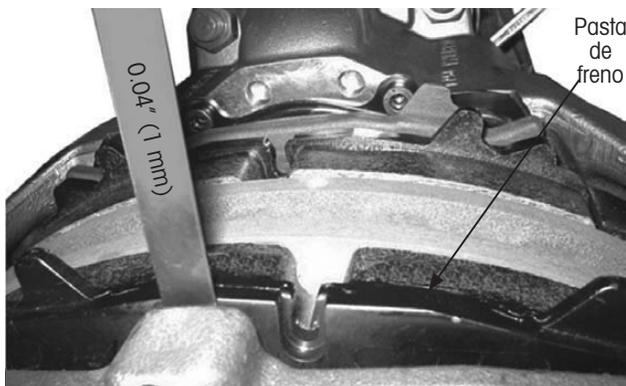

Figura 33: Revisión de claro de pastas de freno
8. **Mida y ajuste** el claro usando una lina de 0.04" (1 mm) (Figura 33):
- A. **Inserte** la lina de espesores entre la pasta de freno exterior y el caliper de freno, como se muestra en la Figura 33.